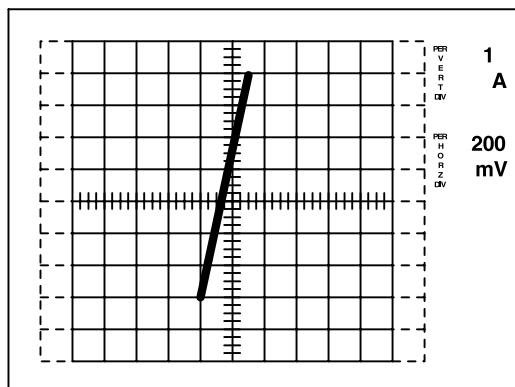

Рис. 10. Напряжение исток-сток (V_{SD})
11. Прибор подключается с помощью переключателя LEFT/RIGHT. Увеличивайте напряжение ручкой VARIABLE COLLECTOR SUPPLY, пока не будет достигнут нормативный ток (ЭА для IRF630.) Считайте значение V_{sd} с изображения (См. Рис. 10).